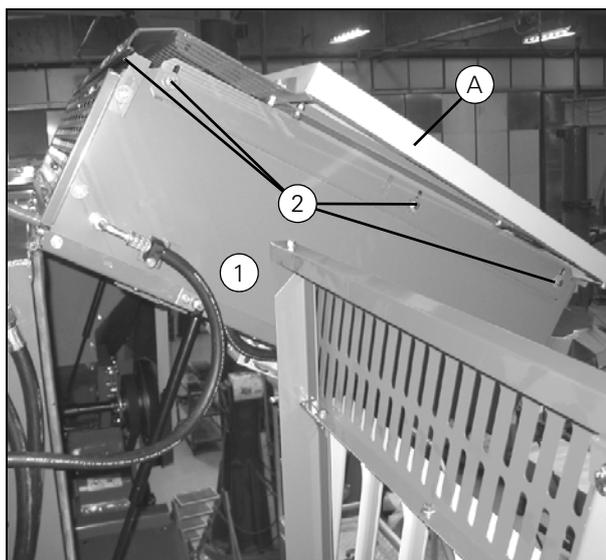

Рисунок 8
18. Закрепите фланцевый подшипник (14) на кронштейне. Не затягивайте крепления подшипника на валу.
19. Установите вал так, чтобы упорное кольцо (E) уперлось во фланцевый подшипник (14). Установите запорные кольца (16) на место.
ВАЖНОЕ ЗАМЕЧАНИЕ: После снятия приводных валов убедитесь, что расстояние (Z) между краем резинового ролика (F) до держателя (G) равно 3 мм. Направляющий кронштейн (H) не должен касаться вала, когда вращающееся решето закрыто. Перед установкой боковой панели (A) (Рис. 8) проверьте положение деталей и, при необходимости, выполните регулировку следующим образом:
- Снимите пробку отверстия (J) и вставьте в отверстие измерительный брусок (K) (можно использовать измерительный брусок для подбарабана, который поставляется вместе с машиной).
- Слегка приоткройте вращающееся решето и вставьте в щель гаечный ключ, чтобы разгрузить гайки. Ослабьте болты (L) и отрегулируйте направляющий кронштейн (H).